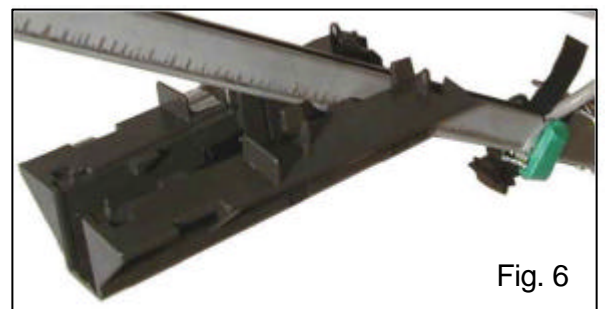

Fig. 4
4. Die Rollen vorne unter den Unterstand montieren. Dazu je ein Schraube M5x10, eine Fächerscheibe und eine M5 Mutter verwenden (Fig. 4).